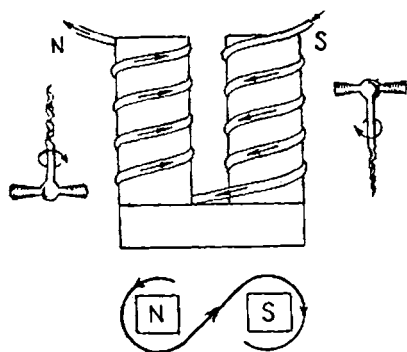

Fig. 98. — Sensul bobinării sârmei unui electromagnet
54. Cum este construit un electromagnet. Electromagneții se fac cu miez de fier moale și deseori în formă de potcoavă. La aceștia observăm că bobinările au sensuri diferite, așa cum se arată în fig. 98.